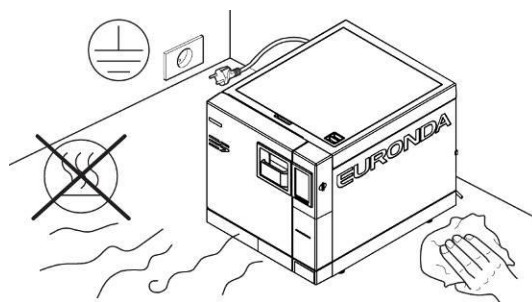

Рис. 6.1-4
- Не устанавливайте автоклав в местах с плохой вентиляцией (Рис. 6.1-4).
- Не устанавливайте автоклав рядом с источниками нагрева (Рис. 6.1-4).